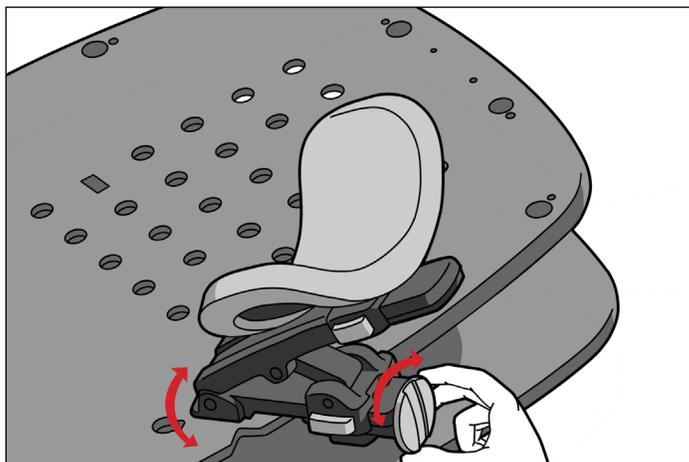

FIGURE 12
2. Pour régler la rotation du repose-bras, desserrer le bouton, faire pivoter le repose-bras jusqu'à l'emplacement souhaité, puis resserrer le bouton. (Figure 12)